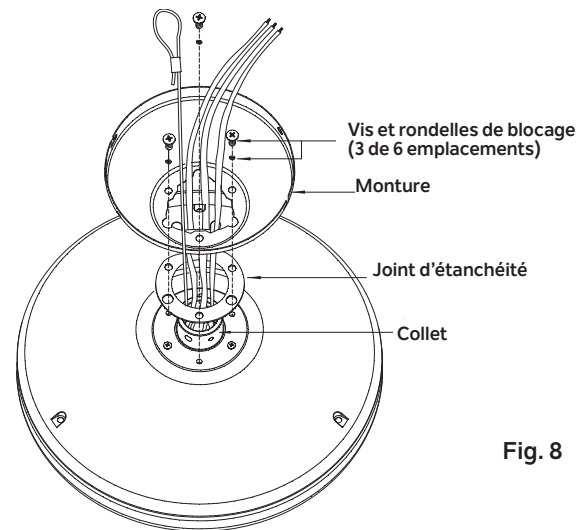

Fig. 8
Étape 3. Retirez trois des six vis et rondelles de blocage (en retirer une sur deux) du collet situé en haut du moteur (Fig. 8)
Étape 4. Placez la monture au plafond avec l'anneau décoratif et le joint d'étanchéité par-dessus le collet situé en haut du moteur. Alignez les trous de montage sur ceux du moteur et fixez au moyen des vis et rondelles de blocage fournies. (Fig. 8)